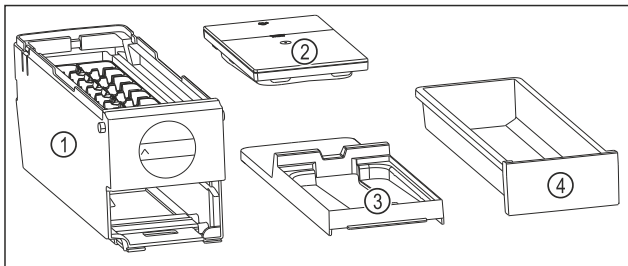

Fig. 108 Součásti EasyTwist-Ice
- ▷ EasyTwist-Ice je rozebrán na čtyři části. (viz Fig. 108)
- ▶ EasyTwist-Ice rozebírejte pouze na zobrazené součásti. (viz Fig. 108)
- ▶ Korpus EasyTwist-Ice Fig. 108 (1) vyčistěte jako celek.